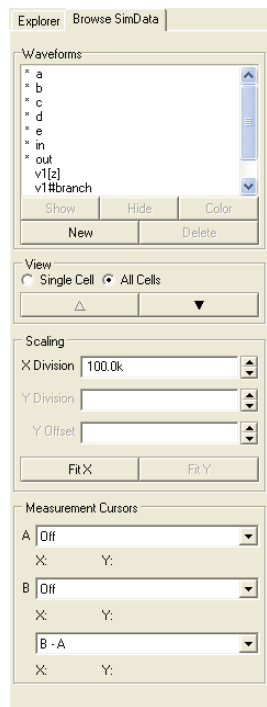

图 4-37 “Browse SimData”选项卡
5) 仿真数据浏览器。进入仿真波形显示区，系统会自动显示如图 4-37 所示的“Browse SimData”选项卡。下面进行简单介绍。